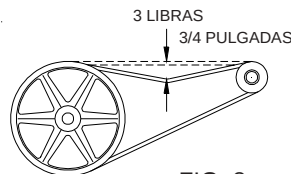

FIG. 8
• **Compruebe la tensión de la banda.** Una fuerza de 3 libras debe desviar la banda 3/4 pulgadas (véase fig. 8). Ajuste la banda si es necesario.